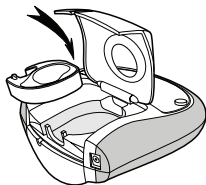

Figura 4
- i** Prima di utilizzare l'etichettatrice per la prima volta, rimuovere l'inserto di carta protettivo situato tra la testina di stampa e la ruotina di scorrimento. Vedere Figura 4.
2. Inserire la cartuccia posizionando l'etichetta tra la testina di stampa e la ruotina di scorrimento. Vedere Figura 4